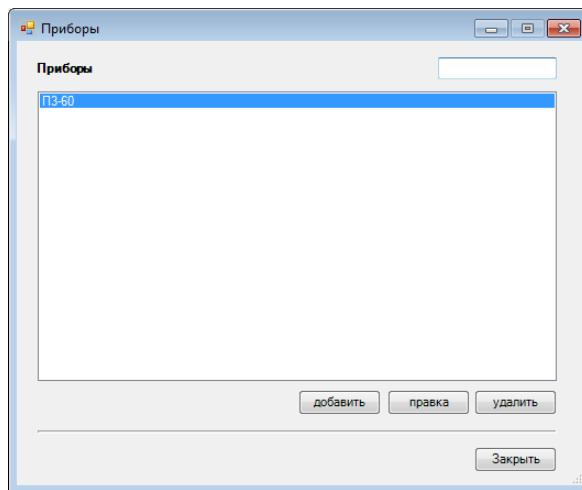

Рис. 14. Диалоговое окно списка приборов
- 1) выполнить команду меню *Проверка → Приборы и таблицы поверки* (на экране появится окно «Приборы», рис. 14);